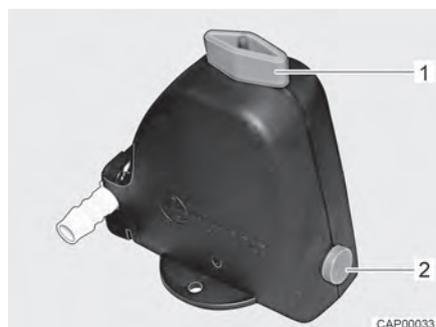

Bild 77 Sicherheits-/Ablassventil geöffnet
- Sicherheits-/Ablassventil schließen. Dazu Drehknopf (Bild 77,1) quer zum Sicherheits-/Ablassventil drehen und Druckknopf (Bild 77,2) hineindrücken. Das geschlossene Sicherheits-/Ablassventil ist in Bild 78 dargestellt. Bei Temperaturen unter 6 °C lässt sich das Sicherheits-/Ablassventil nicht schließen.